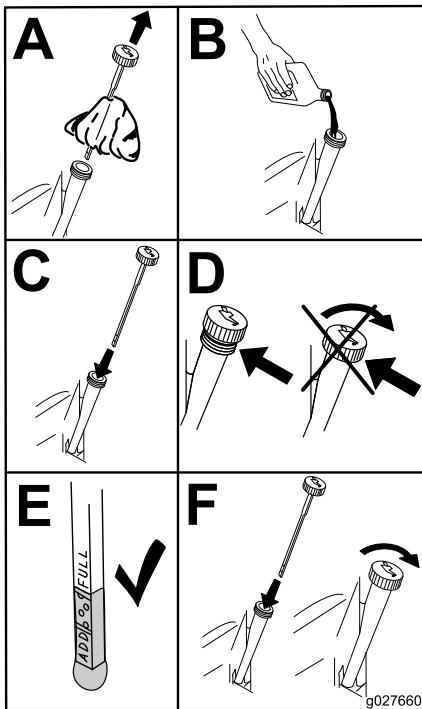

Figura 41
6. Versate lentamente circa l'80% dell'olio indicato nel tubo di rifornimento e sempre con cautela rabboccate l'olio necessario per portarlo alla tacca di **Full (pieno)** (Figura 41).